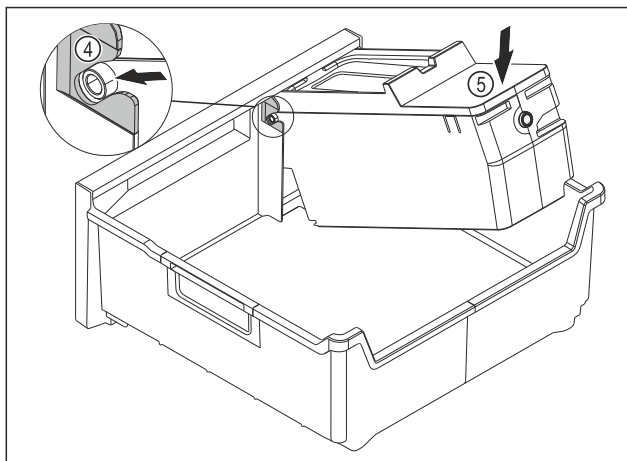

Fig. 134
- ▶ Montirajte glavni del EasyTwist-Ice: Osi glavnega dela EasyTwist-Icepotisnite v vodila Fig. 134 (4).
- ▶ Glavni del EasyTwist-Ice Fig. 134 (5) potisnite zadaj navzdol.